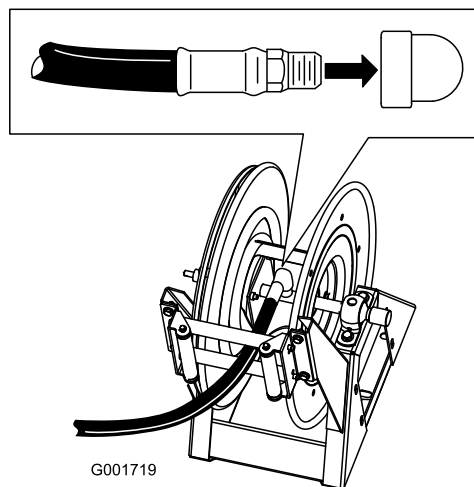

Figure 40
1. Appliquez du produit d'étanchéité au PTFE sur le filetage du raccord du long flexible et insérez le raccord dans le tube de raccordement sur le dévidoir (Figure 40).